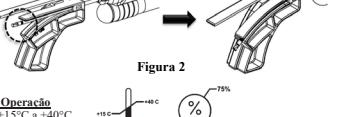

Figura 2
6. Certifique-se de que a maioria das duas listas pretas na cânula se estende para além da extremidade da abla de flexão antes de dobrar. **Figura 2**. Se esta lista não se estender para lá da extremidade da abla, a broca aspiradora pode não funcionar adequadamente depois de dobrada.
5. Certifique-se de que a maioria das duas listas pretas na cânula se estende para além da extremidade da abla de flexão antes de dobrar. **Figura 2**. Se esta lista não se estender para lá da extremidade da abla, a broca aspiradora pode não funcionar adequadamente depois de dobrada.